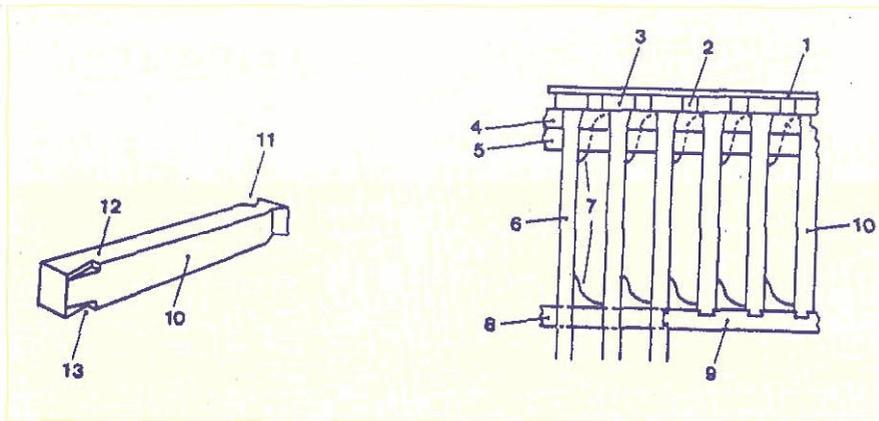

Figura 12
* Cola de milano: se suele emplear en los baos por su excelente amarre (Figura 12).